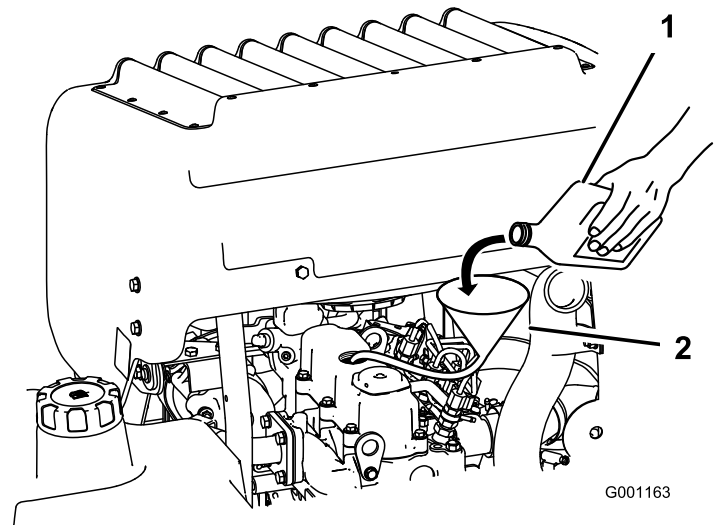

Figura 42
3. Per versare l'olio nel motore, utilizzate un flessibile ed un imbuto adatto (Figura 42).